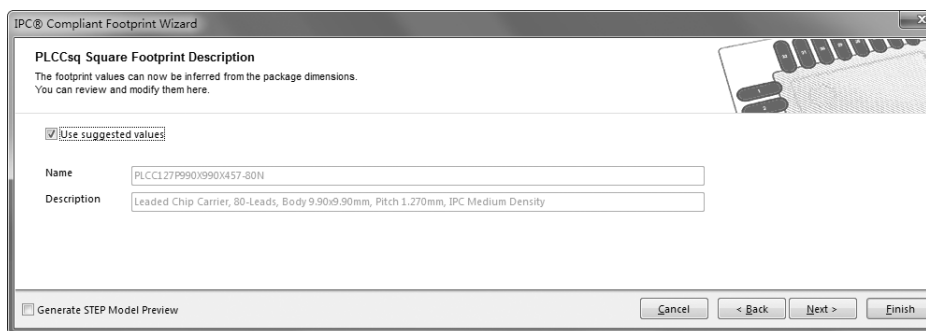

图 11-50 封装命名对话框
(11) 单击“Next”（下一步）按钮，进入封装命名对话框。取消勾选“Use suggested values”（使用建议值）复选框，则可自定义命名元件，这里默认使用系统自定义名称 PL-CC127P990X990X457-80W，如图 11-50 所示。